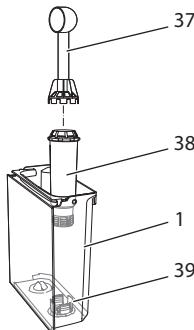

Fig. 18: Iskruning/udskruning af vandfilter
- Fjern vandfilteret, når maskinen opfor-drer hertil (se Fig. 18).